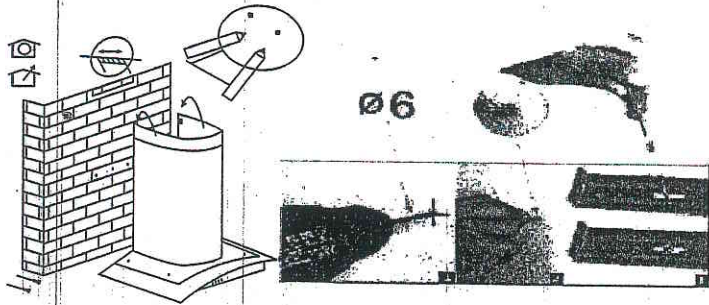

Fig. 9
7. Dans le mur, percez les trous aux points marqués avec une mèche de 6 mm (voir Fig. 9).